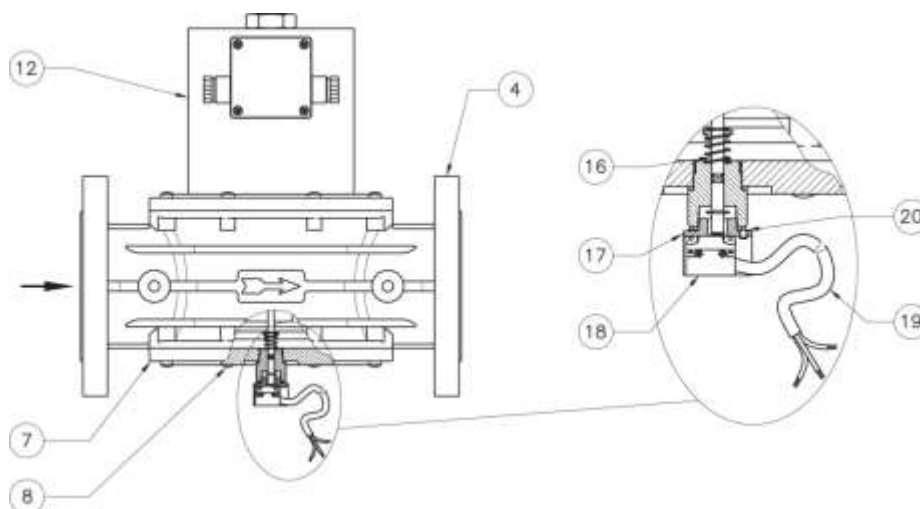

Рис. 4
Клапан рис. 4 состоит из: корпус (4); нижняя панель (7); винты крепления (8); электромагнитная катушка (12); штифт индикатора положения (16); кольцо крепления индикатора положения (17); индикатор положения (18); соединительный кабель (19); винты крепления (20).